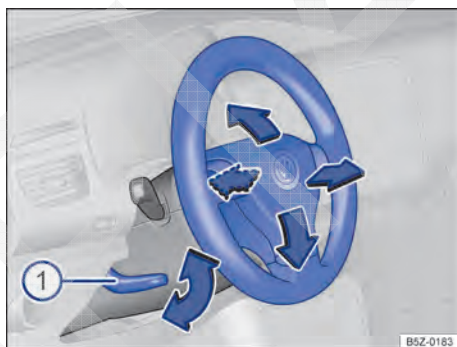

Fig. 39 Ajustar a posição do volante mecanicamente.
- Empurrar a alavanca → Fig. 39(1) para baixo e colocar o volante na posição desejada.